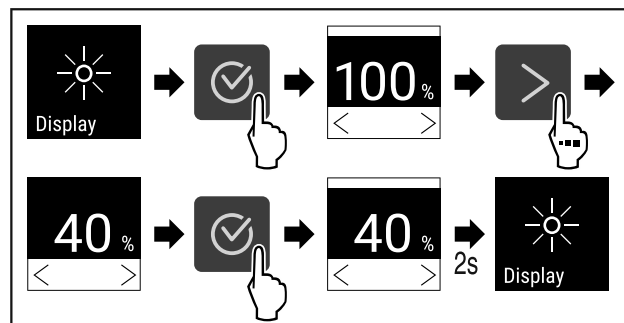

Fig. 82
- Handlungsschritte (siehe Fig. 82) durchführen.